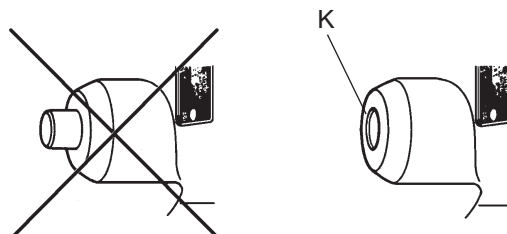

Abb. 2
Der Kontrollstift (K) darf nach dem Einkuppeln **nicht** aus der Kontrollhülse **herausstehen!** (s. Abb. 2)